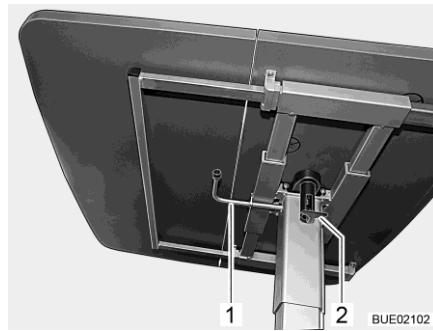

Fig. 133 Tavolo rialzabile
- Tirare verso il basso la leva di serraggio (Fig. 133,2).
- Ruotare la leva (Fig. 133,1) sotto il piano del tavolo di 180° in senso orario. Il meccanismo di sollevamento nel piede del tavolo viene sbloccato.
- Ruotare la leva (Fig. 133,1) sotto il piano del tavolo di 180° in senso orario. Il piano del tavolo va automaticamente verso l'alto fino al fine corsa.